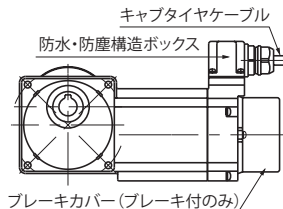

図 6-1
- **15～90W防水形モータの場合**、防水・防塵構造ボックス(図6-1参照)のフタは絶対にあけないでください。防水・防塵効果が失われ、感電、損傷、火災のおそれがあります。